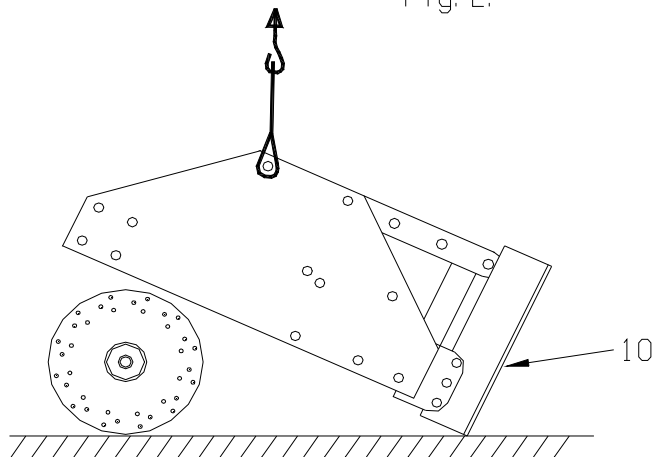

Fig. 3.
6. Løft igen maskinen langsomt op, se fig. 3, til rotoren kan rulles væk.